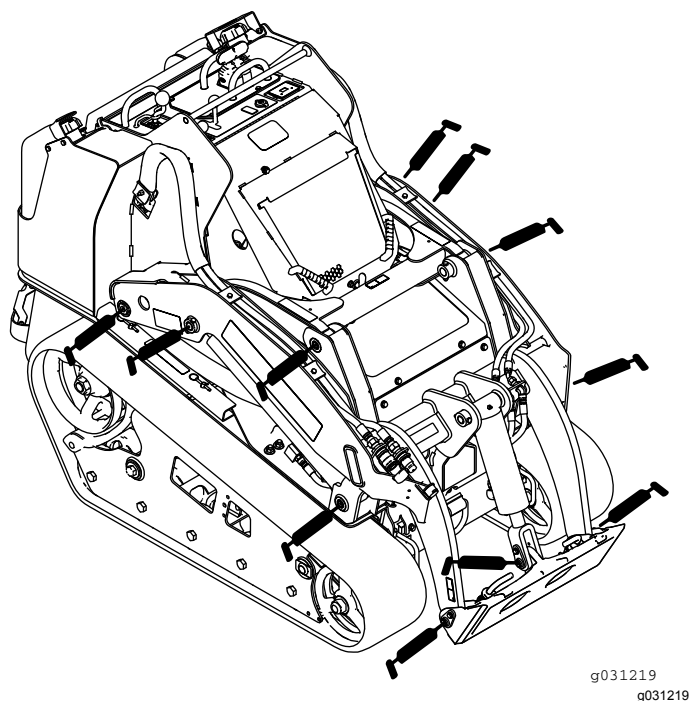
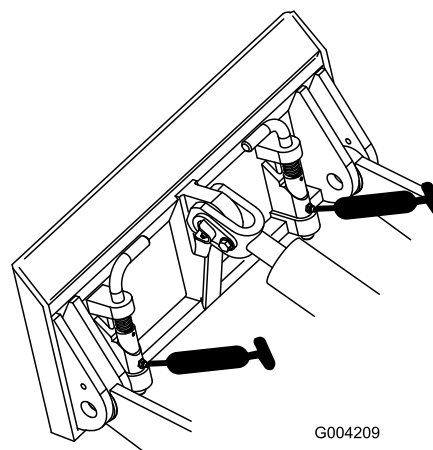

図 38
図 39
4. 各フィッティングにグリスガン进行接続する 図 38、図 39、図 40。